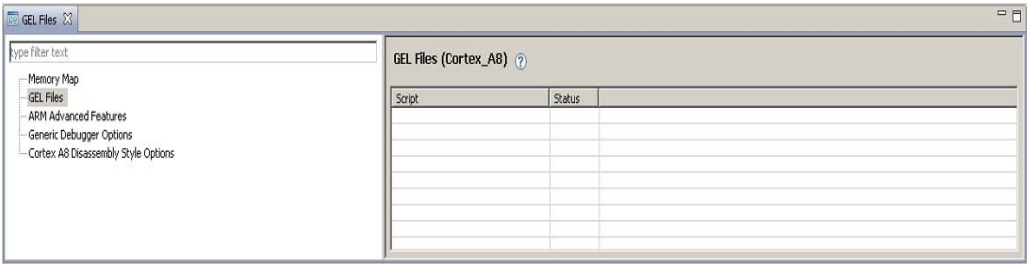

图 1-1-15
2. 在待载入 GEL 文件的核上点击右键选择[Open Gel Files View]，打开 Gel 文件窗口，如图 1-1-15 所示：